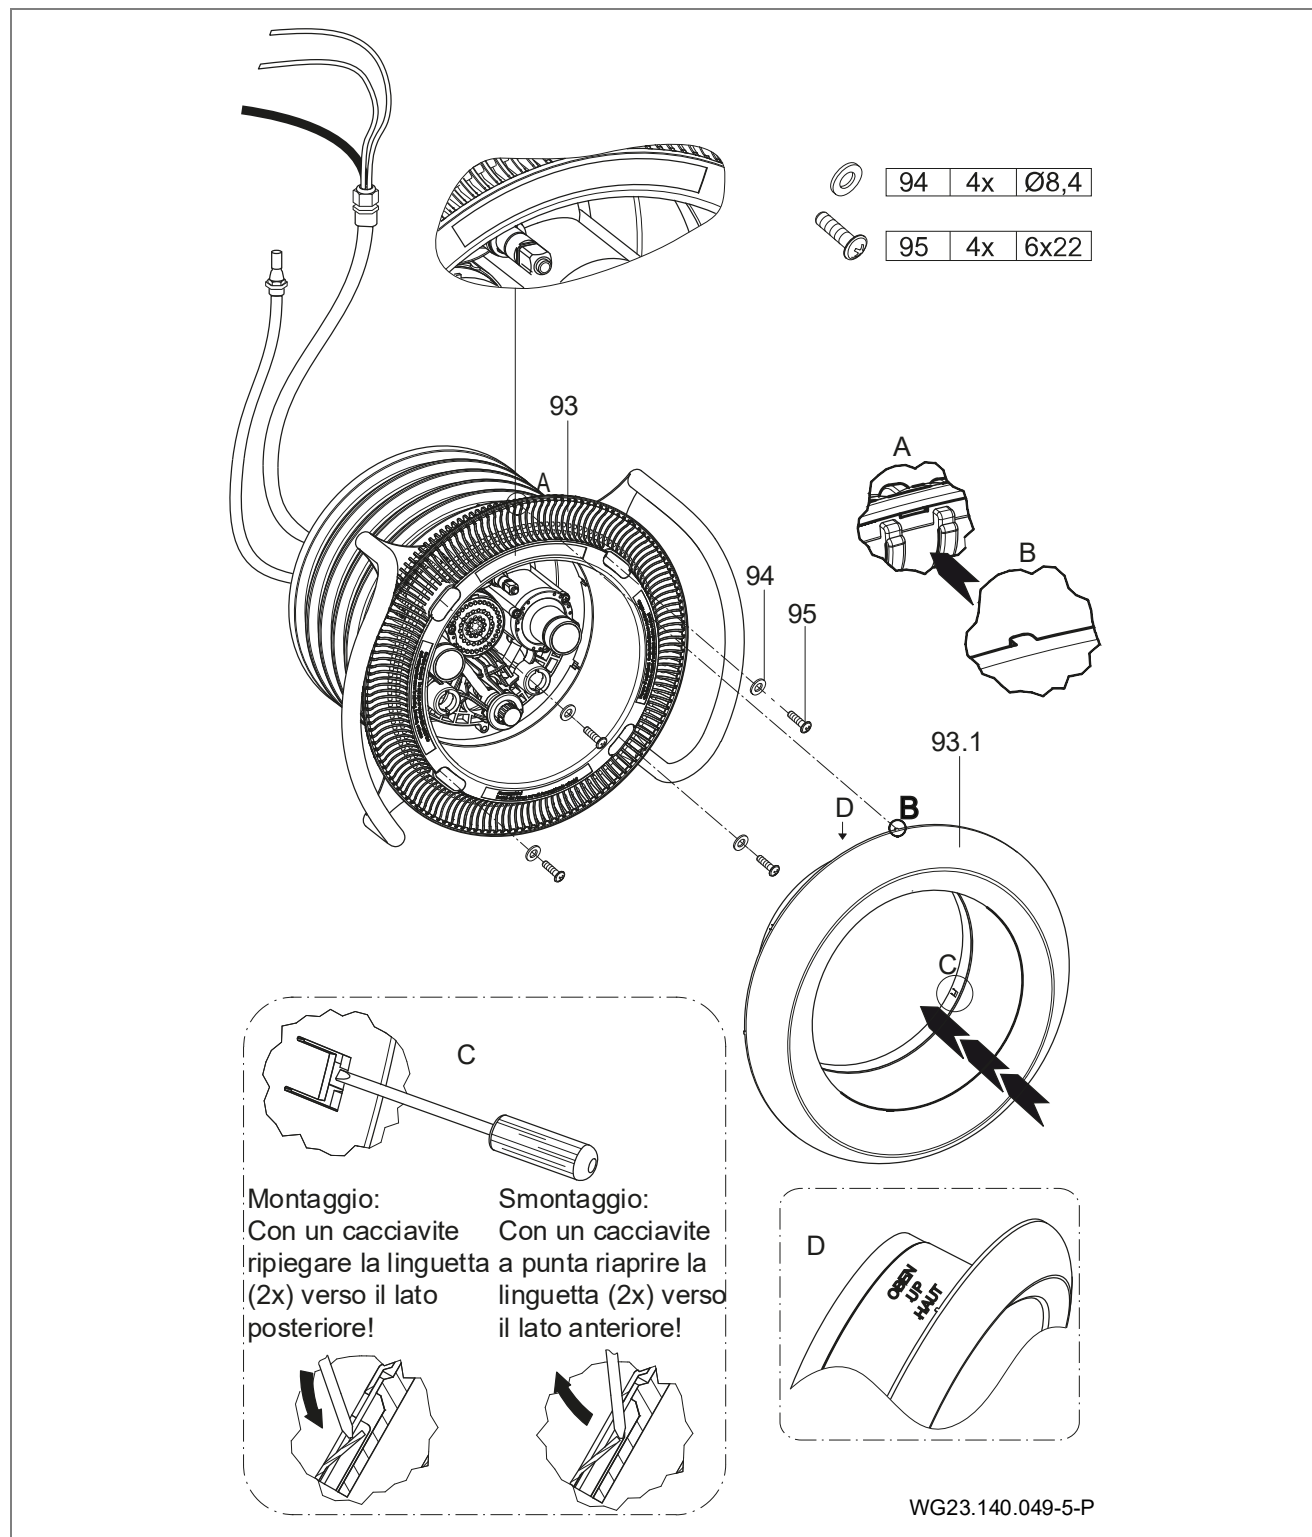

Fig. 19
7. Posizionare l'intero alloggiamento degli ugelli (102.1) sulla corpo da murare (1) e fissare le dieci viti autofilettanti premontate (61). (Fig. 19)
Primavera Deluxe: Pressare con cautela i pulsanti piezoelettrici con due O-ring montati nelle relative sedi premontate sull'alloggiamento degli ugelli. Se necessario, utilizzare vaselina. (Fig. 19)
9. Applicare la copertura di aspirazione (93) sull'anello elastico (28) e fissarla con le quattro rondelle (94) e le quattro viti autofilettanti (95). (Fig. 19)